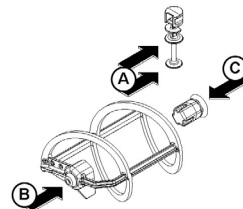

figura 13
- 2** Lubrique el pistón del grifo, el rascador externo y la junta hexagonal (en los puntos A, B y C), (ver figura 13) utilizando exclusivamente la grasa suministrada por el fabricante u otra grasa para uso alimentario.